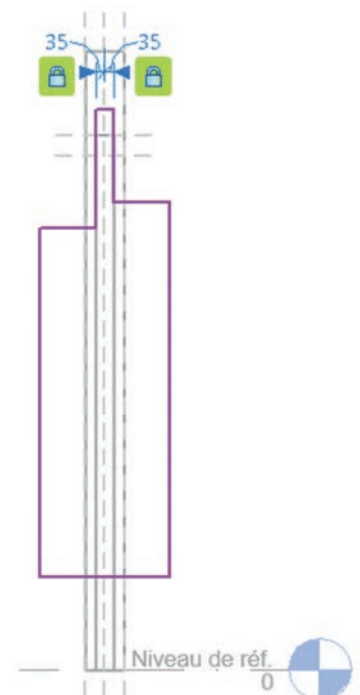

Fig. 9.48
15. Placez deux cotes verrouillées (des contraintes de cotes) à 35 mm entre l'axe de la porte et les deux segments verticaux qui se trouvent dans l'épaisseur du mur (fig. 9.48).